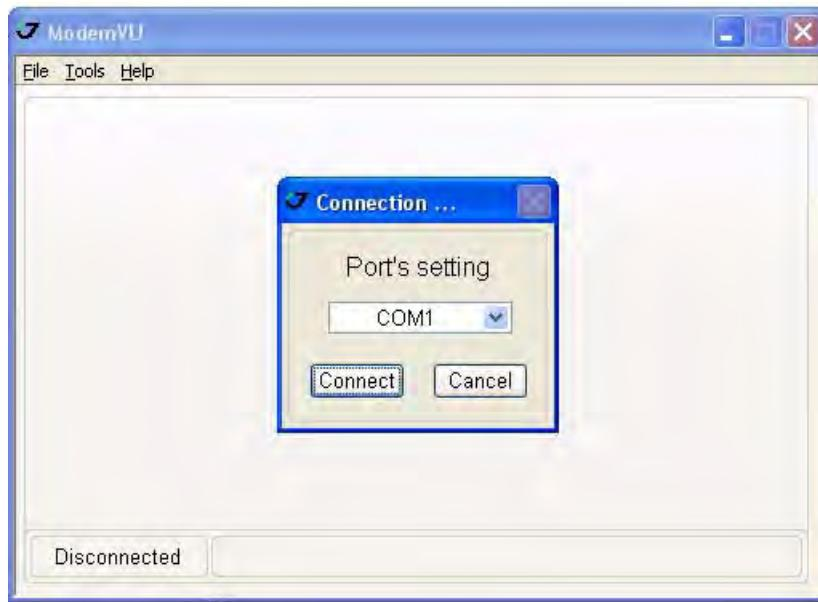

Рисунок 25. Соединение с ModemVU
5. Выберите нужный последовательный порт (СОМ-порт) компьютера, к которому подключен приемник, для установления связи с ПК и нажмите кнопку *Connect* (Рис. 25).